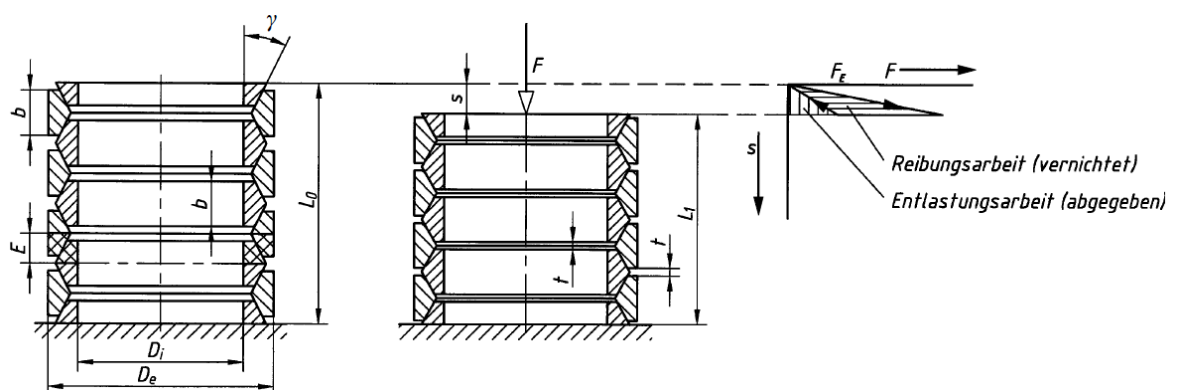

Abb. 2: unbelastete und belastete Ringfedersäule mit Federkennlinie
- a) Geometrie: 8 Ringelemente (7 ganze und 2 halbe, siehe Abb. 2)